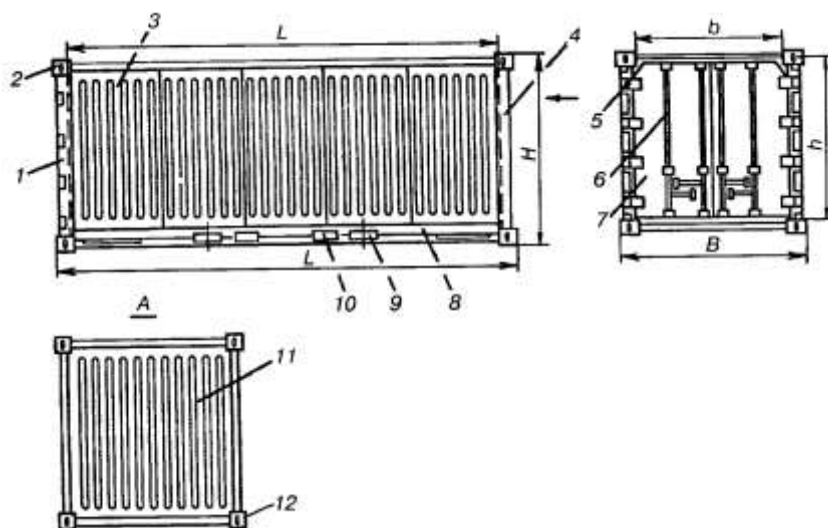

Рисунок 1. Конструкция крупнотоннажного контейнера
6) По внешним признакам определите элемент конструкции крупнотоннажного контейнера под №12 (рисунок 1)?